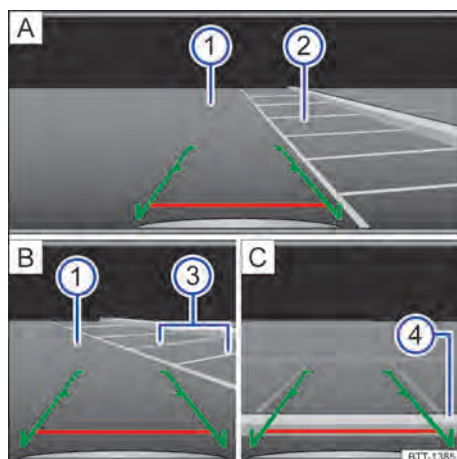

Fig. 112 Exibição do display do sistema do rádio: estacionar com a câmera de marcha a ré.
Legenda para Fig. 112:
- Posicionar o veículo na frente da vaga de estacionamento → Fig. 112 ② [A].
- Conduzir para trás lentamente e manobrar de modo que as guias verdes laterais conduzam entre as linhas de delimitação da vaga de estacionamento delimitada ② [A].
- Alinhar o veículo na vaga de estacionamento selecionada de modo que as guias verdes laterais fiquem em cima das linhas de limitação lateral ③ [B].
- Parar o veículo, quando a linha vermelha atingir a limitação traseira ④ [C].